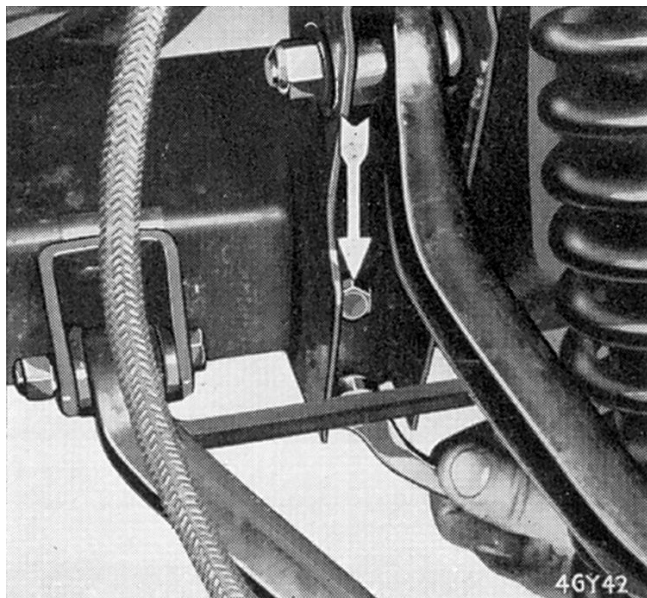

Fig. 7 Serrage des boulons de fixation on du faux-châssis
1. Introduire les boulons d'attache de pivotement du triangle inférieur par les trous dans le châssis et fixer avec les rondelles (30) et les écrous Nylstop (29). Introduire les cales (31) entre les attaches (32) et le châssis, en s'assurant qu'elles occupent leur position originale. Serrer les écrous Nylstop (29).
2. Présenter le faux-châssis et le fixer avec le boulon intérieur, la rondelle Grower et la rondelle simple, et avec les quatre boulons extérieurs, les rondelles Grower et ordinaires (Fig. 7) et deux plaques. Terminer en serrant les boulons.